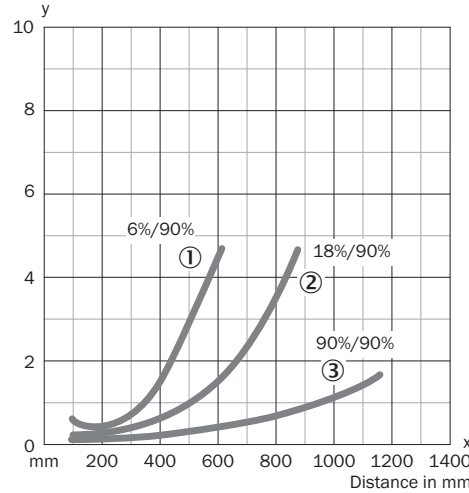
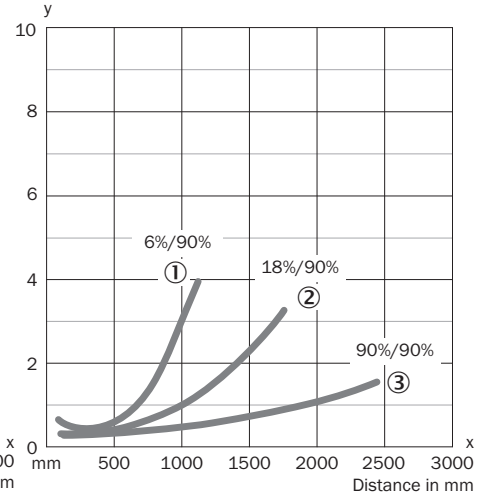

Figura 51: WT24-2Xx4x, -2Xx5x
Figura 52: WT24-2Xx1x, -2Xx2x
Comprobar las condiciones de aplicación: comparar la distancia de conmutación y la distancia respecto al objeto o al fondo, así como la capacidad de reflectancia del objeto, con el diagrama correspondiente véase [figura 51 y figura 52] (x = distancia de conmutación, y = zona de transición entre la distancia de conmutación ajustada y la supresión del fondo)
La distancia mínima (= y) para suprimir el fondo puede calcularse a partir del diagrama [figura 51 ①] del modo siguiente: